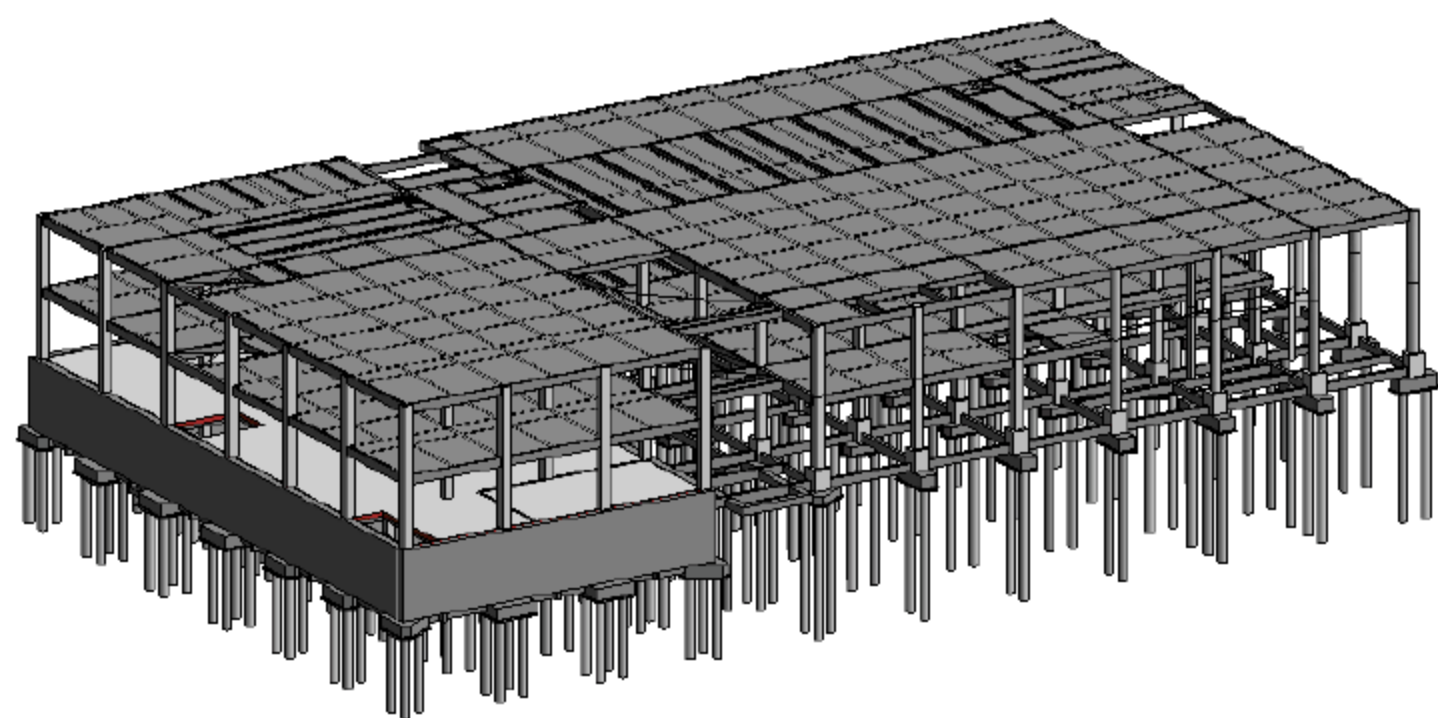
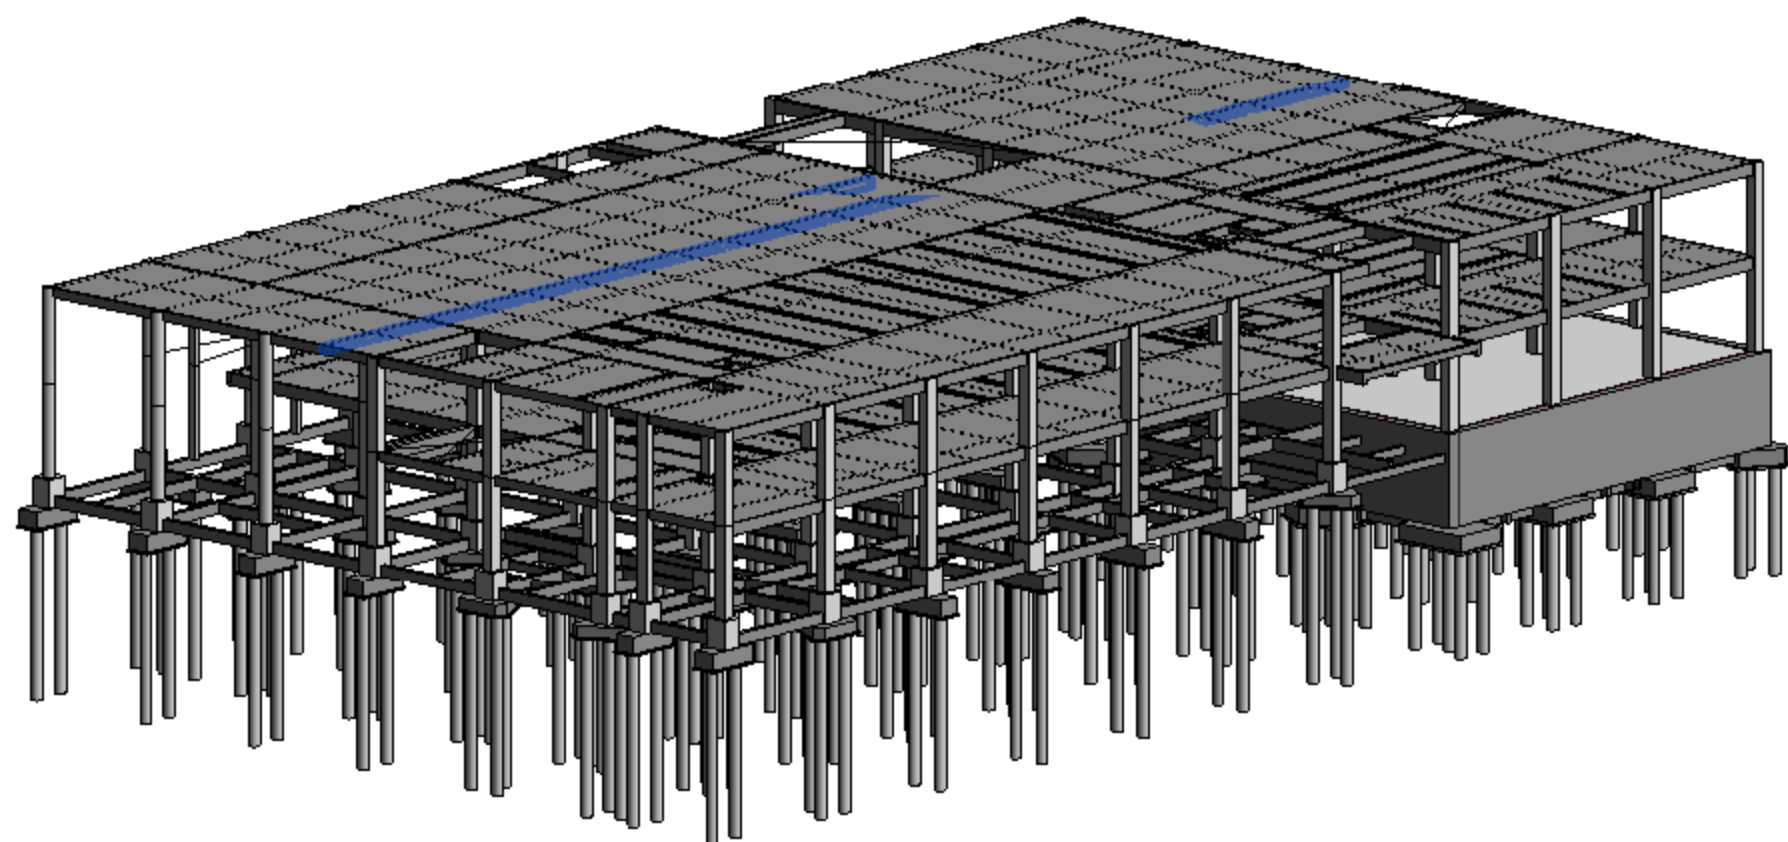

图 4.3.59 楼板 3D 效果图 1
图 4.3.60 楼板 3D 效果图 2
(7) 粘贴混凝土楼板，选择“粘贴”→“与同一位置对齐”命令，完成粘贴，完成后的 3D 效果如图 4.3.59 与图 4.3.60 所示。